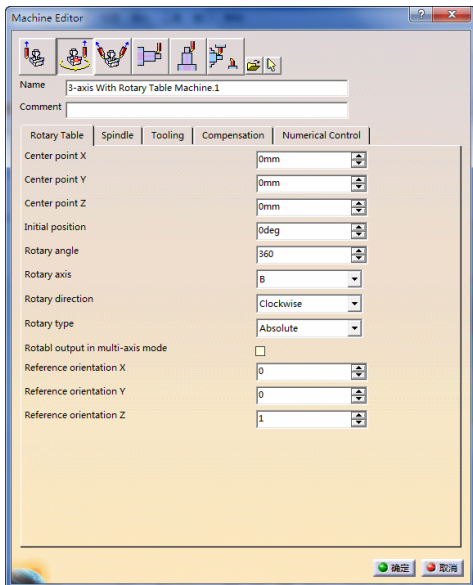

图 4-84 “Machine Editor”对话框(3)
2) 机床设置。单击“Part Operation”对话框中的 machine 按钮,弹出“Machine Editor”对话框(3),选择“3-axis With Rotary Table Machine.1”,如图4-84所示。